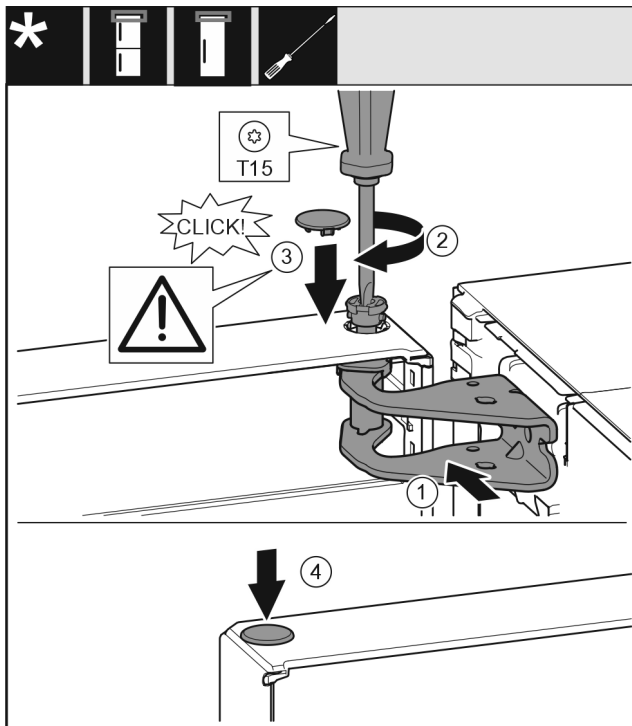

Fig. 20
- ▶ Rett ut døren øverst mot åpningen i lagerbukken. Fig. 20 (1)
- ▶ Sett inn bolten, og skru den fast med skrutrekker T15. Fig. 20 (2)
- ▶ Montere sikringsdekselet for å sikre døren: Sett inn sikringsdekselet, og kontroller at det ligger på døren. Ellers settes bolten helt inn. Fig. 20 (3)
- ▶ Sett inn proppen. Fig. 20 (4)